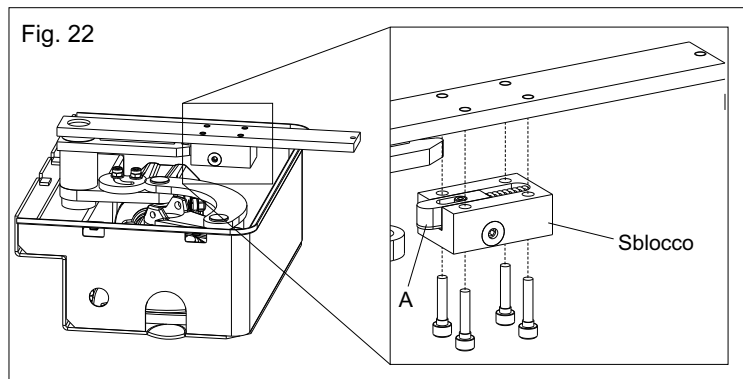

Fig. 22
5.1. Ingrassare il perno di aggancio (A) e montare il sistema di sblocco sotto l'assieme anta utilizzando le 4 viti in dotazione (Fig. 22)